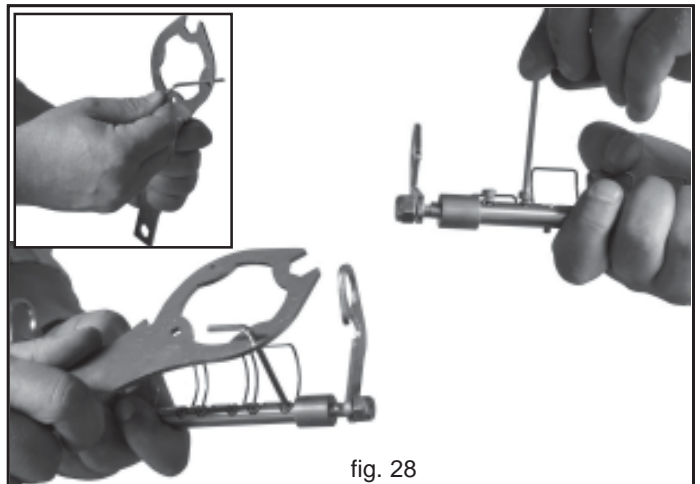

fig. 28
- 5) Mit dem Universalschluessel und einem zusaetzlichen Sechskantschluessel (nr. 3) wie im Bild gezeigt die Halteschrauben loesen, ein vollstaendiges Abschrauben ist nicht erforderlich. (Fig. 28).